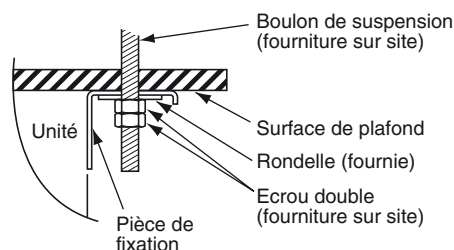
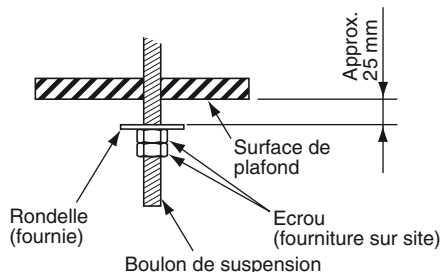

Fig. 3-11
Fig. 3-13
- (6) Effectuer la préparation de suspension de l'unité intérieure. La méthode de suspension varie selon qu'il y a un plafond suspendu ou non. (Figs. 3-11 et 3-12)
- (7) Suspendre l'unité intérieure comme suit:
- a) Monter 1 rondelle et 2 écrous hexagonaux sur chaque boulon de suspension (Fig. 3-13).